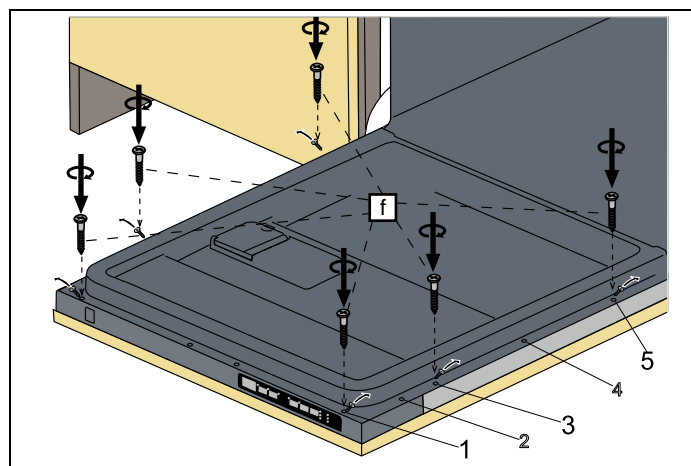

Fig. 27
- 6) Les vis situées sur la porte en bois sont fixées sur le lave-vaisselle au niveau des sorties situées sur la feuille extérieure de la porte et sont assemblées comme indiqué dans la Fig. 27.